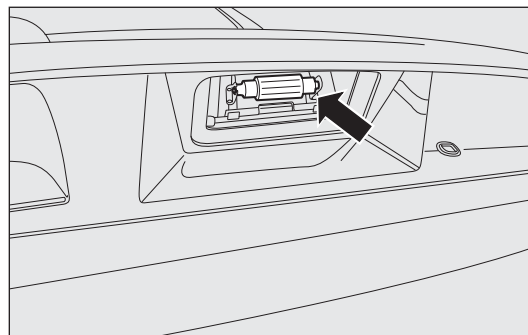

рис. 154
- замените лампу – рис. 154, отсоединив ее от боковых контактов, и установите новую, проследив, чтобы она была правильно ими зажата;